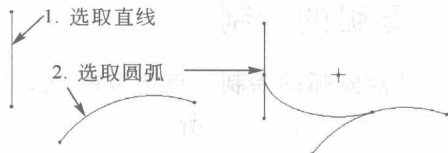

图 2-21 椭圆圆角的绘制
(2) **椭圆圆角的绘制** 点选按钮 ，左键两图元，即可在两个图元之间创建一个椭圆圆角过渡。椭圆圆角的大小和位置取决于拾取的位置。如图 2-21 所示。